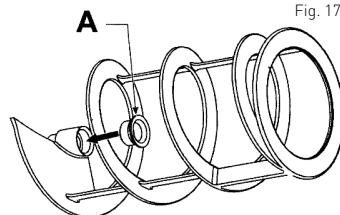

Fig. 17
- Controleer altijd de integriteit van de afdichting (A). Mocht deze versleten zijn, vervang dan door een nieuwe (meegeleverd).
- Vervang de afdichtingskap van de vijzel (A) ten minste eens elke 12 maanden.
- Plaats de afdichtingskap van de vijzel (A) zoals hieronder aangegeven (zie Fig. 17).